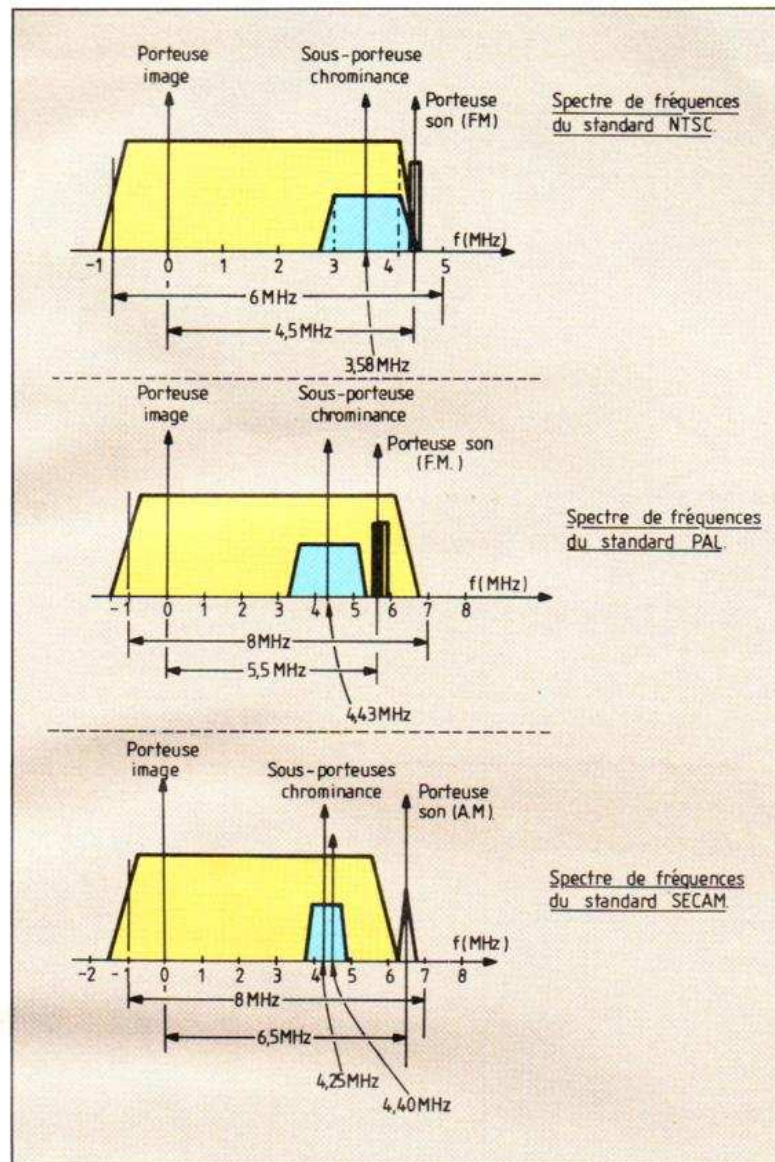

Fig. 2. Spectre de fréquences des trois standards de TV couleur, NTSC, PAL et SECAM.
Fig. 2. - Principe de l'enregistrement des signaux de luminance (Y) et de chrominance (C) dans les formats VHS et Vidéo-8 et S-VHS et Hi 8. Dans le premier cas, les signaux de luminance sont coupés à 3,5 MHz, tandis que dans le second, ils atteignent 5 MHz. Dans les formats VHS et Vidéo-8, ces deux signaux sont multiplexés alors que dans les formats S-VHS et Hi 8, ils sont traités séparément.